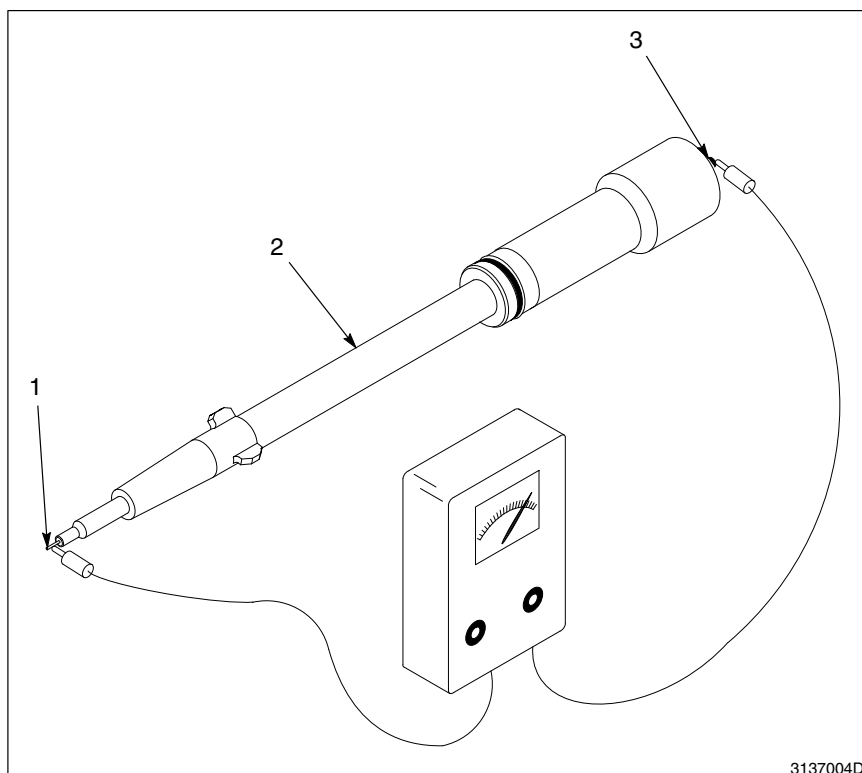

Bild 6-2 Kontrollmätning av resistans i elektroddel
1. Skruva av elektroddelen (4) från spänningsmultiplikatorn (3).
2. Se bild 6-2.